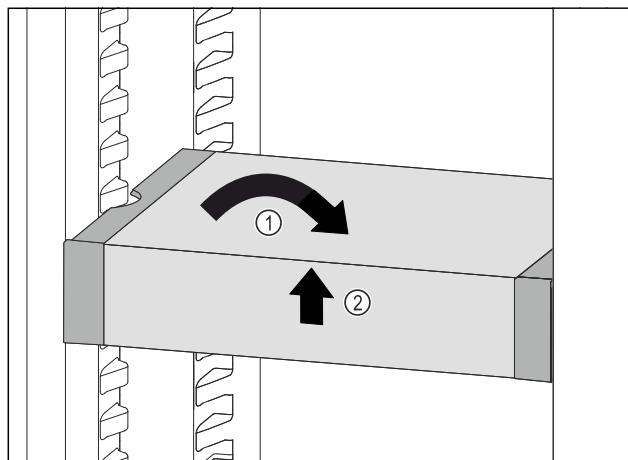

Fig. 120
- Вирівняти VarioSafe. Fig. 120 (1)
- Підняти VarioSafe спереду. Fig. 120 (2)